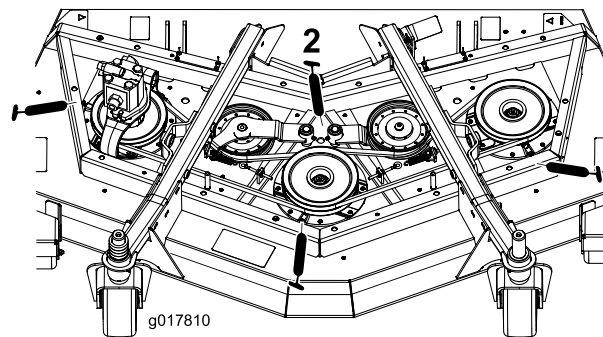

Figura 45
- 3 cuscinetti dell'asse del fusello – posizionati sotto la puleggia (Figura 45)
- 2 boccole orientabili del braccio di rinvio (Figura 45)